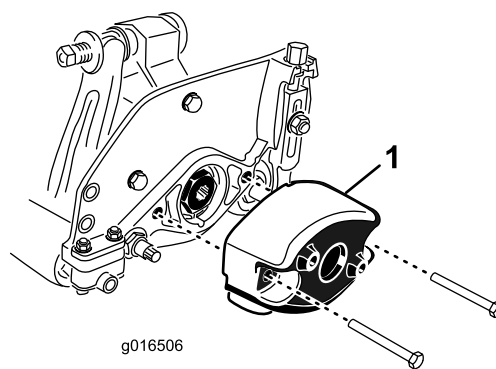

Рисунок 9
1. Отверните два болта, крепящих противовес с левой стороны режущего блока. Снимите противовес (Рисунок 9).
болтов, снятых ранее (Рисунок 9). Затяните болты с моментом от 16 до 20 Н·м.